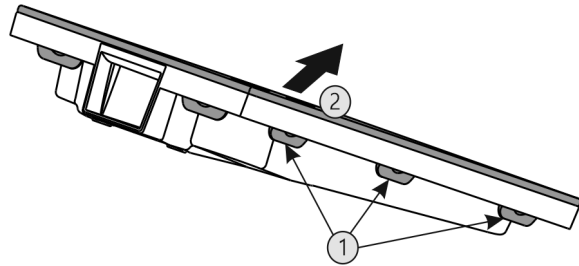

Fig. 40
- ▶ Alle lippen Fig. 40 (1) achtereenvolgens indrukken en de afdekking Fig. 40 (2) verwijderen.